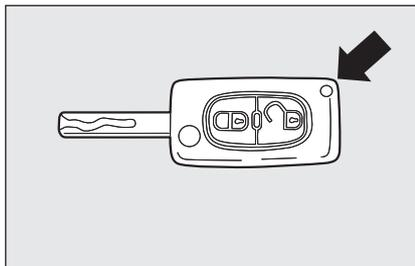
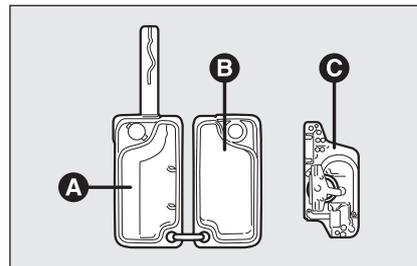

рис. 5
рис. 6
- отделить оболочку **A** и **B**-рис. 6, установив рычаг в положение, указанное стрелкой **рис. 5**;
- достаньте и замените батарейку **C**-рис. 6;